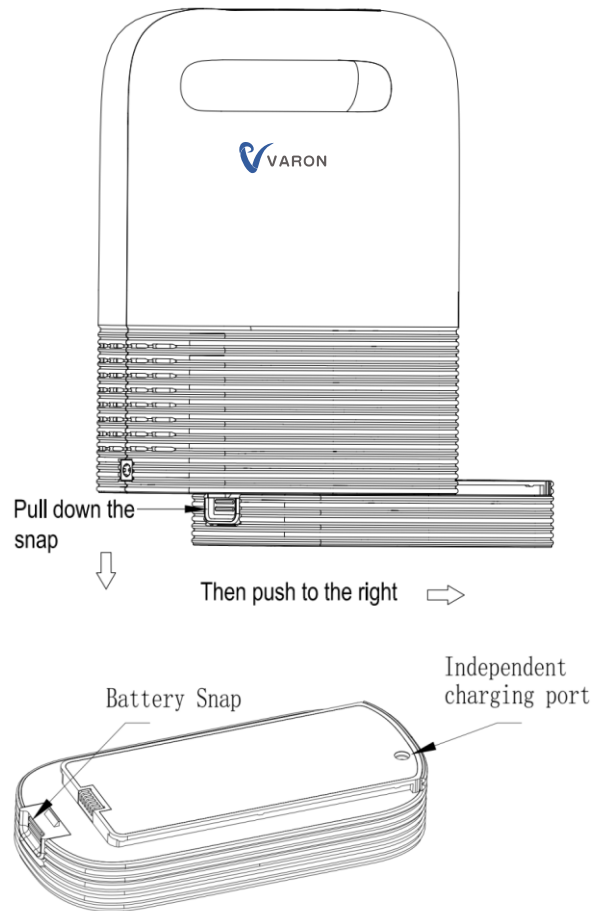
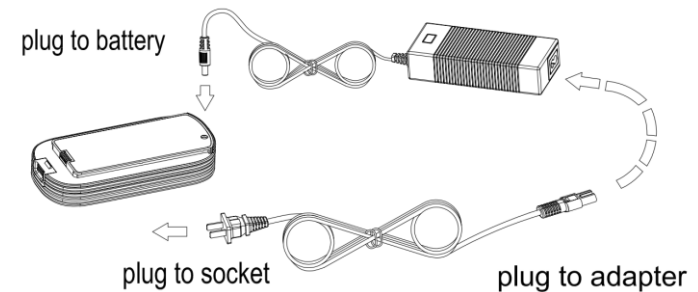
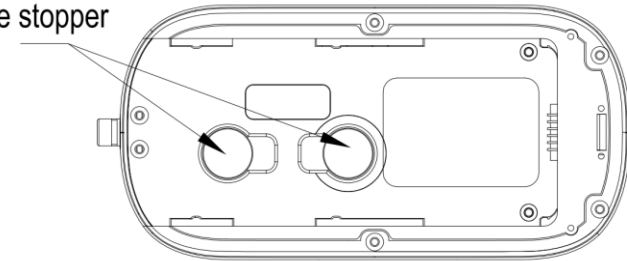

Abbildung 3 - Schematische Darstellung des Batteriewechsels
Abbildung 7 - Separates Aufladen des Akkus
Abbildung 8 - Unterseite der Maschine
- ① Schließen Sie, wie in Abbildung 7 dargestellt, das Netzteil an, um den Akku zu laden;
- ② Entnehmen Sie den Akku wie in Abbildung 3 gezeigt und schließen Sie ihn dann zum Aufladen an ein Netzteil an (siehe Abbildung 7).
Ersetzungsmethode: Entfernen Sie die Batterie wie in Abbildung 3 gezeigt, legen Sie das Gerät flach hin und entfernen Sie die beiden Silikonstopfen wie in Abbildung 8 gezeigt. Darin sehen Sie die runde Luftfiltermatte. Nehmen Sie es mit einer Pinzette heraus, setzen Sie das neue Pad ein und setzen Sie schließlich den Silikonstopfen wieder ein.